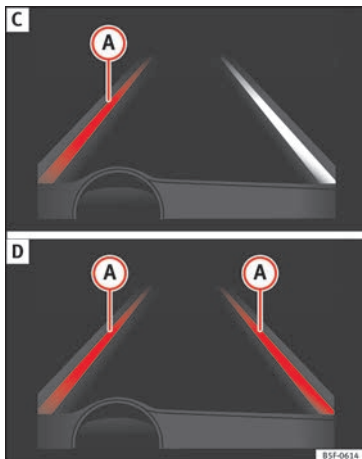

Fig. 208 En la pantalla del cuadro de instrumentos: indicación en la pantalla del sistema de aviso de salida del carril (ejemplo 2).
- El sistema está trabajando, la línea resaltada **A** indica que había riesgo de sobrepasar la línea de carril involuntariamente y está actuando sobre la dirección para corregir la trayectoria » **fig. 208 C.**
- Las dos líneas resaltadas **A** se encienden a la vez cuando tenemos las dos líneas de carril reconocidas y la función de guiado central de carril está activada » **fig. 208 D.**